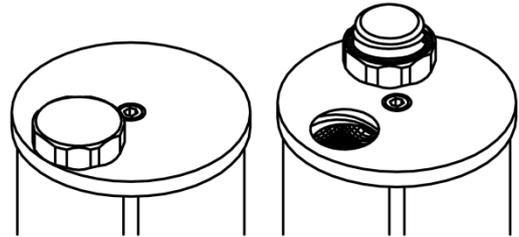

Fig. 10: Récipient de 0,8 litre avec couvercle rotatif
- Récipient de 0,8 litre : Ouvrir le couvercle rotatif (filetage grossier et étanchéité par joint torique) et déposer le couvercle sur la bride supérieure (fig. 10, protection contre les pertes).